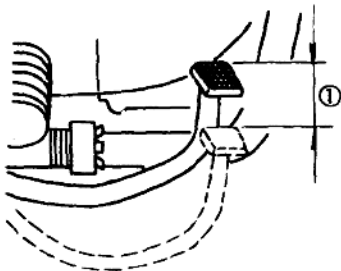

图 1-15 后轮制动力的调整
后轮制动力的调整如图 1-15 所示,首先保证制动踏板的自由行程①为 20~30mm,然后通过转动调整螺母②来调整后制动力。